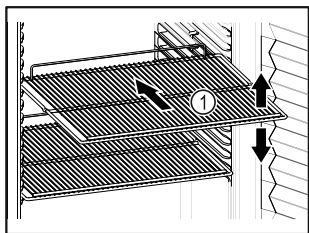

Fig. 59 Atvaizdo pavyzdys
- Jei pastatymo grotelės Fig. 59 (1) galima perkelti, pritaikykite atsižvelgdami į aukštį.